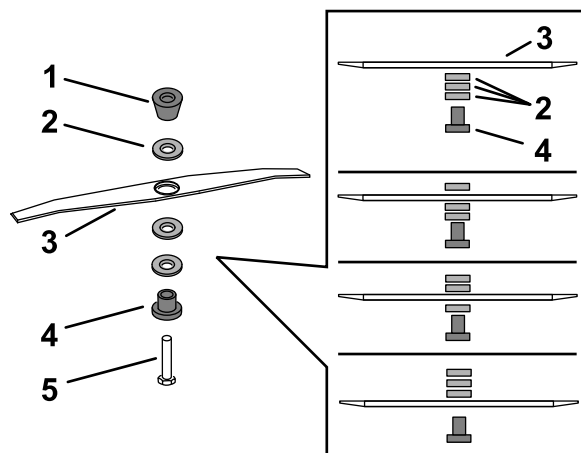

Рисунок 42
5. Используйте ключ, поставляемый с машиной, чтобы снять нож путем вращения болта ножа против часовой стрелки (Рисунок 42).